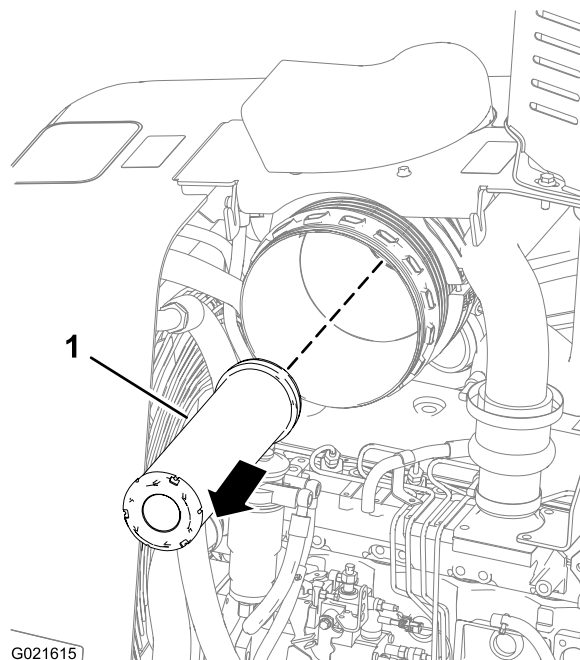

Figure 51
Tirez l'élément secondaire du filtre à air vers l'extérieur pour l'enlever du boîtier du filtre à air (Figure 51).
4. Insérez le nouvel élément secondaire du filtre à air dans le boîtier du filtre à air (Figure 51).